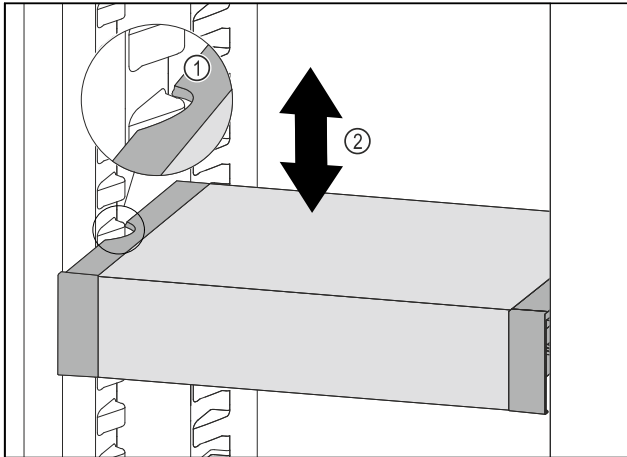

Fig. 75
- ▶ Тяните VarioSafe вперед, пока боковые выемки VarioSafe не окажутся на высоте выступа резервуара в холодильном отделении. Fig. 75 (1)
- ▶ Двигайте VarioSafe в холодильном отделении вверх или вниз, пока не будет достигнута требуемая высота. Fig. 75 (2)